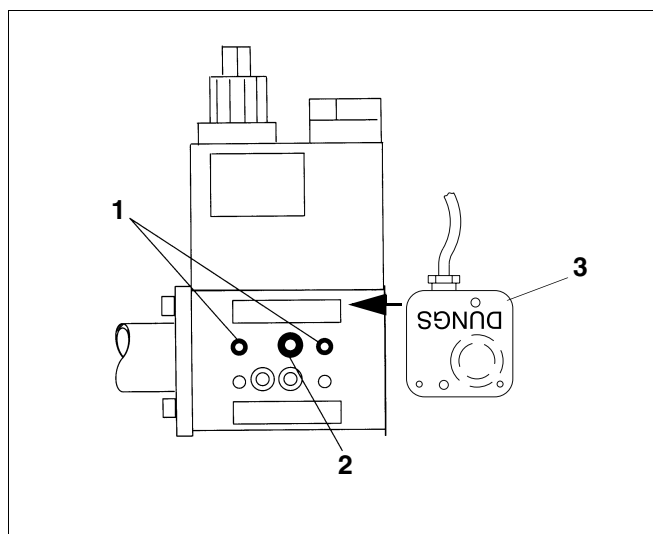

Fig. 70 Bloc gaz face extérieure
- Desserrer la vis à six pans creux (fig. 70, **pos. 2**) sur le côté extérieur du bloc gaz.
Légende fig. 70